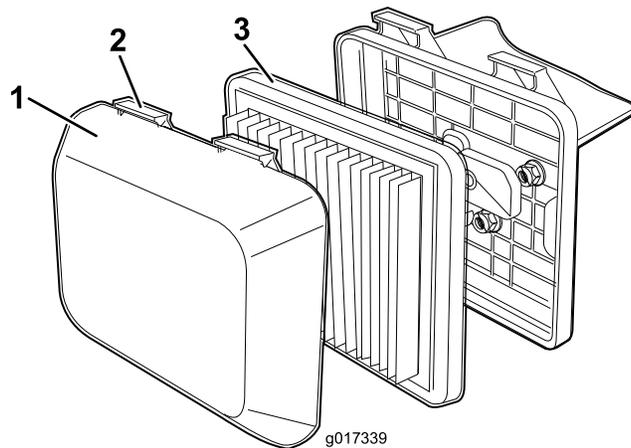

图19
1. 向下按空气滤清器盖子顶部的闩锁袪扣（图19）。
3. 拆下过滤器（图19）。